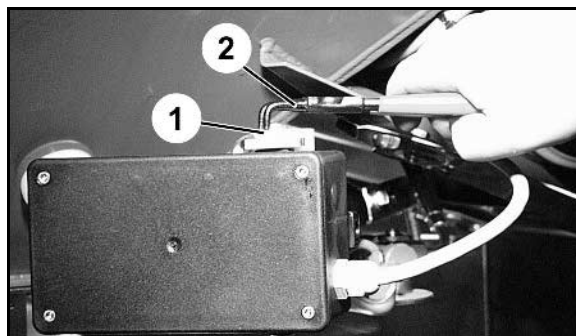

Fig. 12
1. Îndepărtați cele două cleme de siguranță (Fig. 12/1) cu un clește pentru inele elastice (Fig. 12/2).